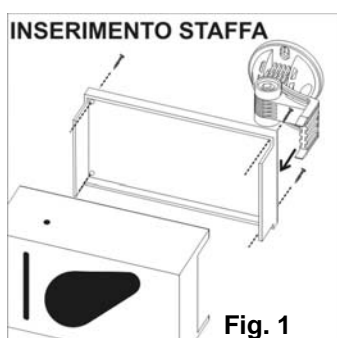

Fig. 1
1. Installare le staffe sulla parete ed inserire i rilevatori. Posizionare le unità trasmettente e ricevente l'una di fronte all'altra. Aprire il coperchio anteriore (vedi figure 1...5) ed inserirlo su un lato. Effettuare i cablaggi seguendo gli schemi riportati nelle pagine precedenti (1 e 2).